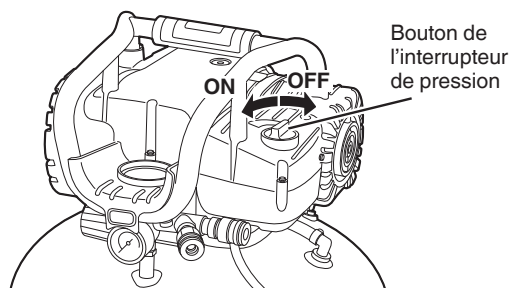

Fig. 2
Vérifier que le sélecteur de l'interrupteur barométrique se trouve sur la position «OFF» (Fig. 2). Si l'on branche la fiche dans la prise alors que le sélecteur de l'interrupteur barométrique se trouve sur «ON», le compresseur se mettra en marche immédiatement, risquant de causer de graves blessures.
Insérez la fiche dans la prise et démarrez le compresseur au moyen du bouton de l'interrupteur de pression. (Voir Fig. 2).
- (1) Placez le bouton de l'interrupteur de pression sur la position « OFF ». (Voir Fig. 2).
- (2) Débrancher la fiche de la source d'alimentation.